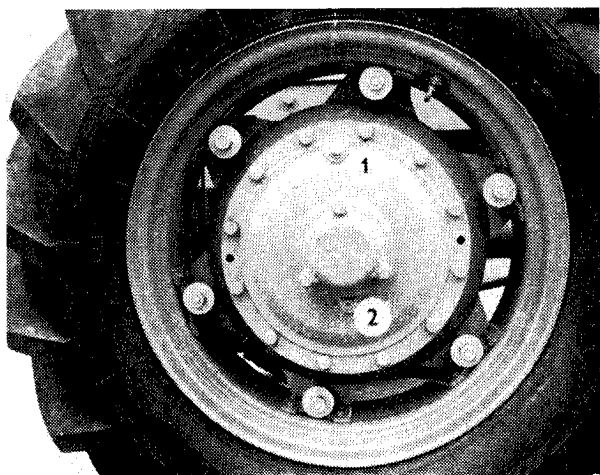

Fig. 14
22. Trous de remplissage et de vidange de l'huile dans le réducteurs des roues avant des tracteurs à quatre roues motrices Z 8045 et Z 12045 (fig. 14/1).
23. Trou de contrôle de la quantité de l'huile dans le réducteur (fig. 14/2).